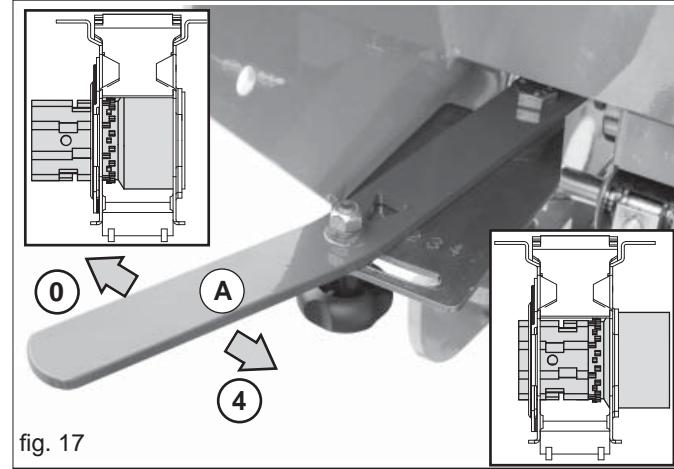

fig. 17
- 2) la leva (Fig. 17) in posizione «A»;
Prima d'iniziare la semina, scegliere la posizione della leva d'apertura dei rulli dosatori più adatta (Fig. 17) in funzione alla quantità di semente da distribuire, secondo le indicazioni riportate nelle TABELLE DI DISTRIBUZIONE (pag. 15).
La regolazione dell'apertura dei rulli dosatori avviene spostando la leva (A, Fig. 17) lungo l'asola tra i riferimenti **0** e **4**.
- 6) A questo punto, è possibile regolare la quantità da distribuire in modo ottimale, variando la posizione della leva (A, Fig. 17).